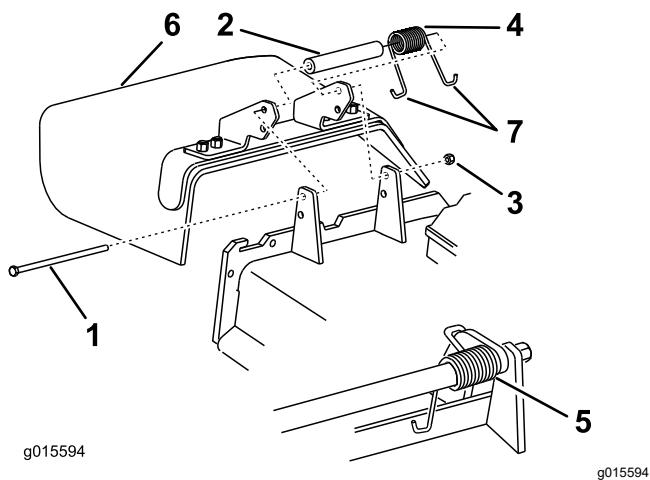

Рисунок 93
1. Снимите контргайку, болт, пружину и проставку, удерживающие отражатель на кронштейнах оси поворота (Рисунок 93).
Примечание: Убедитесь, что один J-образный конец пружины зацеплен за край деки, прежде чем устанавливать болт, как показано на Рисунок 93.
6. Зацепите один J-образный конец пружины за отражатель травы (Рисунок 93).